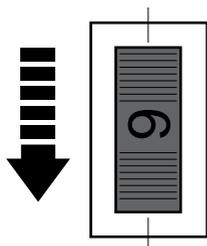

Fig. 13
- > Tourner le sélecteur de vitesse [15] vers l'arrière pour augmenter la vitesse maximum (Fig. 13). Une vitesse élevée est adaptée à l'utilisation de fraise de diamètre plus grand ou le travail de matériaux durs comme le bois.